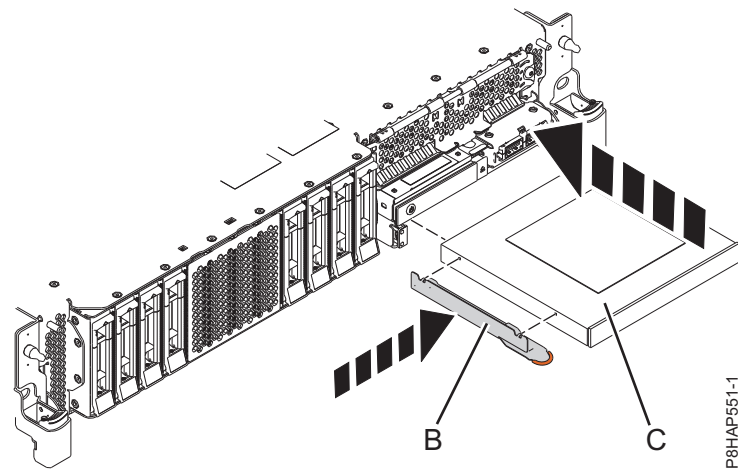
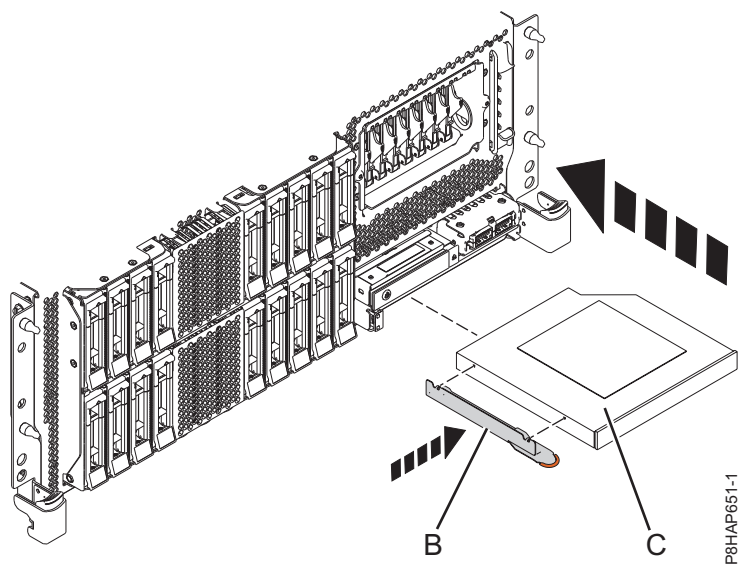
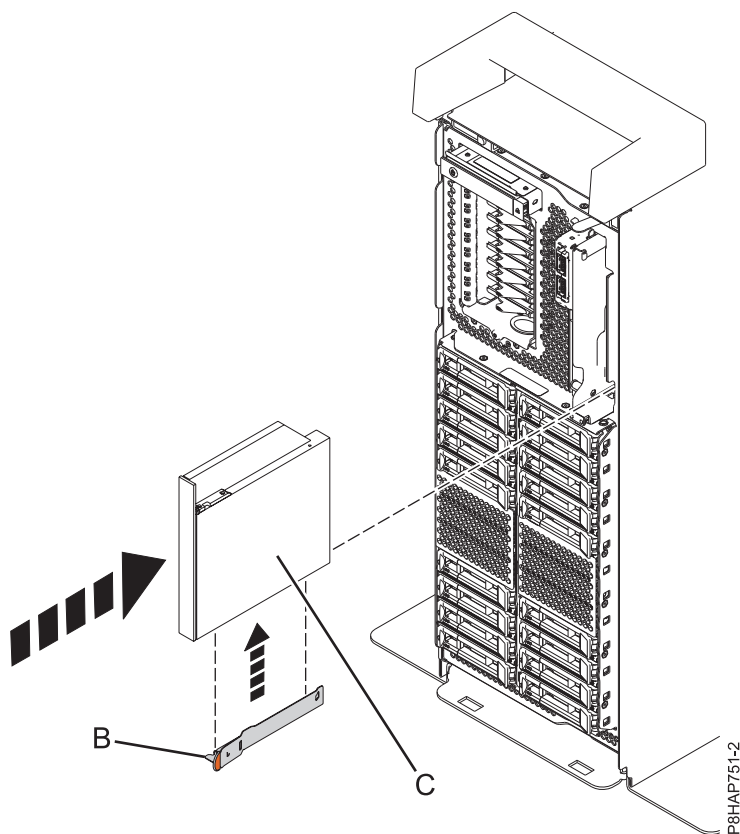

図 12. 8284-21A または 8284-22A システムへのスリムライン・メディア・デバイスの取り付け
図 13. ラック・マウント型 8286-41A または 8286-42A システムへのスリムライン・メディア・デバイスの取り付け
図 14. スタンドアロン型システムへのスリムライン・メディア・デバイスの取り付け
5. 8284-21A または 8284-22A システムについては 17 ページの図 12 を、ラック・マウント型 8286-41A または 8286-42A システムについては 18 ページの図 13 を、また、スタンドアロン型 8286-41A システムについては 18 ページの図 14 を参照してください。
8284-21A または 8284-22A システムについては 図 12 を、ラック・マウント型 8286-41A または 8286-42A システムについては 18 ページの図 13 を、また、スタンドアロン型 8286-41A システムについては 18 ページの図 14 を参照してください。